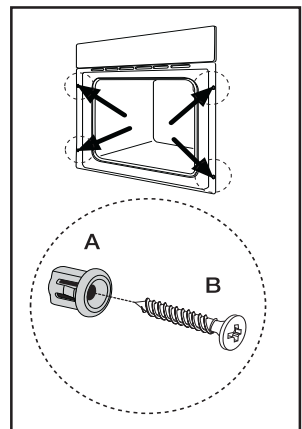

Abb. 8
- Befestigen Sie den Ofen mithilfe der vier Abstandhalter im Möbel (Abb. 8 - A). Diese passen genau in die Löcher in dem Rahmen. Ziehen Sie anschließend die vier mitgelieferten Holzschrauben (Abb. 8 - B) fest.